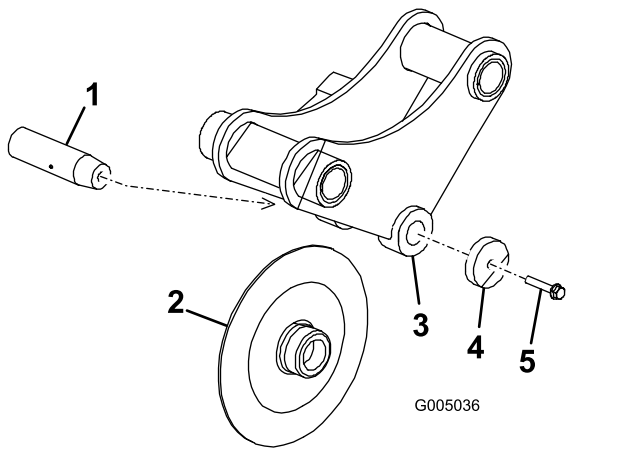

Figure 15
1. Sortez la vis de l'axe de coute de 1,3 cm environ, puis frappez-la plusieurs fois avec un marteau pour dégager la goupille (Figure 15).
2. Enlevez complètement la vis d'axe de couteau, la rondelle, le couteau et l'axe (Figure 15).
3. Placez le nouveau couteau dans le support (Figure 15).
4. Glissez l'axe dans le support et le couteau et fixez-le avec la vis et la rondelle (Figure 15).